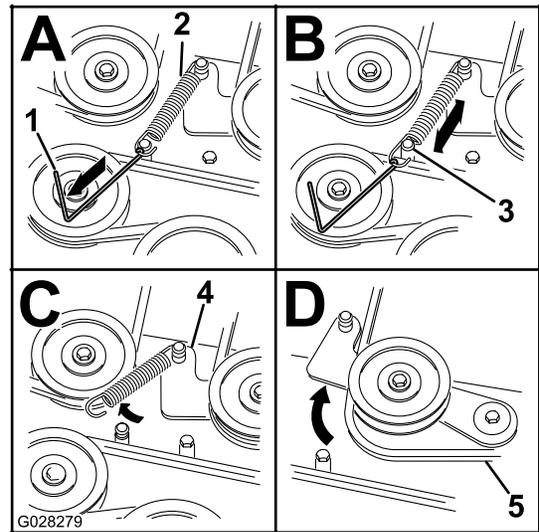

Figura 66
7. Usando una herramienta para la retirada de muelles (Pieza Toro N° 92-5771), retire el muelle tensor del espárrago de la carcasa para eliminar la tensión de la polea tensora (Figura 66).
10. Pase la correa nueva alrededor de las poleas del cortacésped y de la polea del embrague, debajo del motor (Figura 66).
11. Usando una herramienta para la retirada de muelles (Pieza Toro N° 92-5771), instale el muelle tensor sobre el espárrago de la carcasa y tense la polea tensora y la correa (Figura 66).